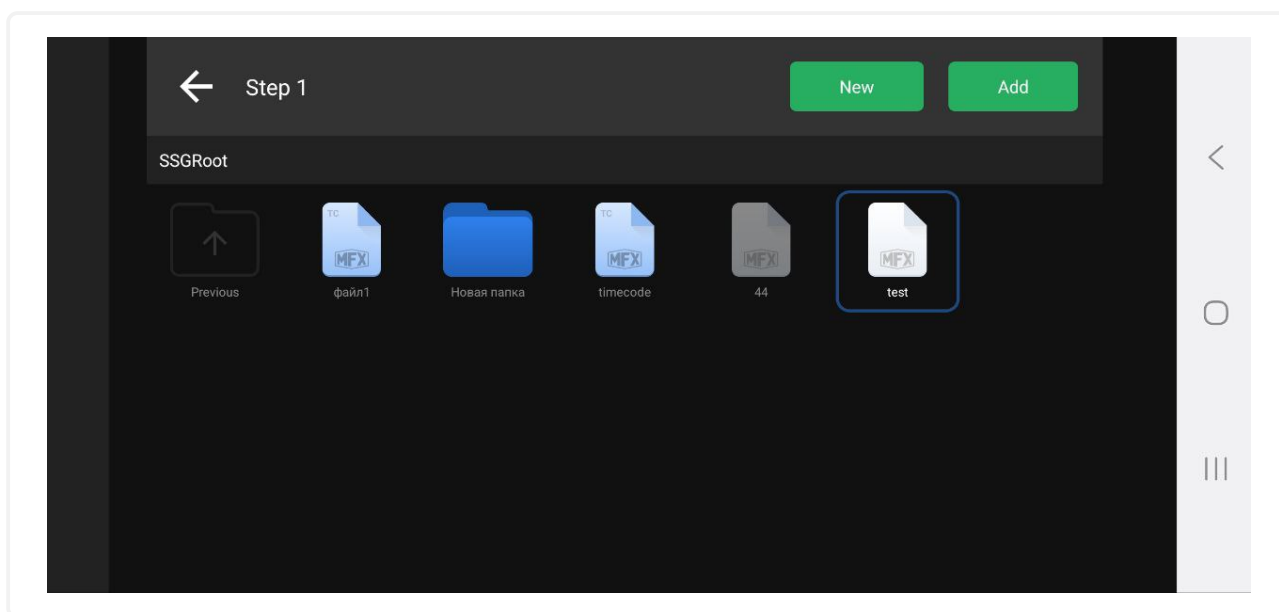

Рис. 83: Экран добавленных файлов в список сценария на рабочую кнопку
3. В открывшемся экране просмотра файлов и папок программ выберите файл с программой (см. рис. 83)